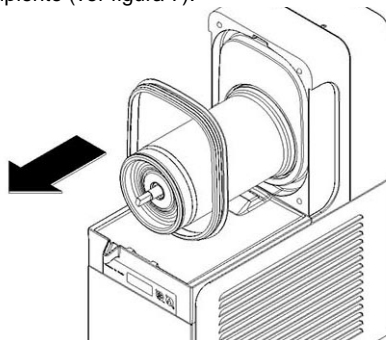

**figura 5**
**3** Extraiga del evaporador la espiral externa (ver figura 5) y, a continuación, la junta hexagonal (ver figura 6).